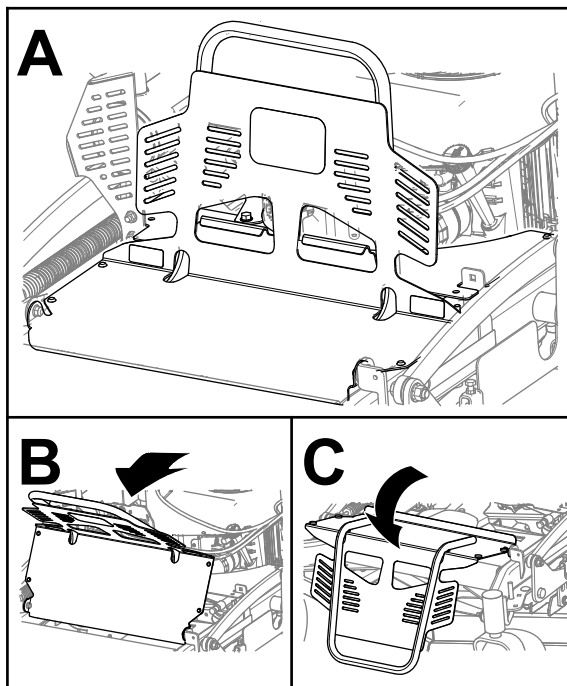

Figura 34
2. Rode a proteção do motor para a frente como se mostra na Figura 34.